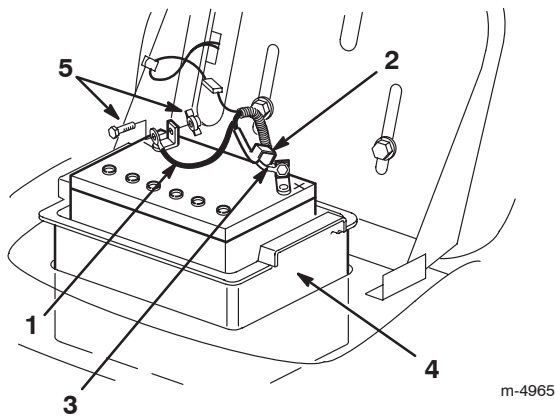

Figure 18
- Débranchez le câble négatif (noir) de mise à la masse de la borne de la batterie (Fig. 18).
- Repoussez le capuchon en caoutchouc sur le câble positif (rouge). Débranchez le câble positif (rouge) de la borne de la batterie (Fig. 18).
- Déposez le compartiment de la batterie et la batterie du châssis (Fig. 18).
- Placez le compartiment de la batterie et la batterie dans le châssis (Fig. 18).
- Connectez le câble positif (rouge) à la borne positive (+) de la batterie à l'aide du boulon et de l'écrou papillon (Fig. 18).
- Connectez le câble négatif (noir) à la borne négative (–) de la batterie à l'aide du boulon et de l'écrou papillon (Fig. 18).